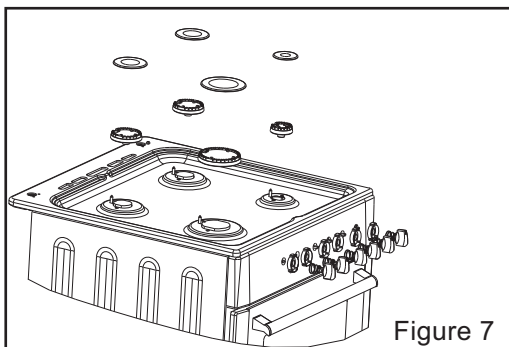

Figure 7
- Retirez le chapeau de brûleur + le brûleur supérieur. (voir fig.7)